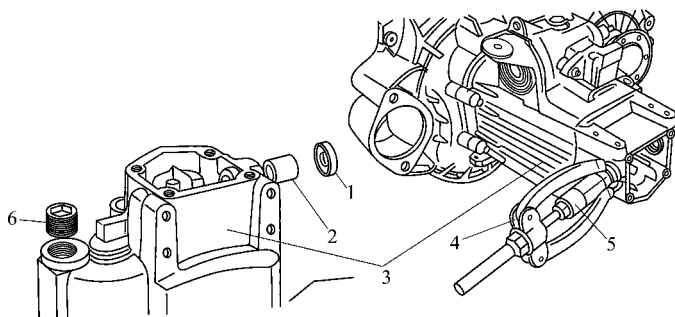

图 3 - 63 离合器分离轴油封和衬套的拆卸
(1) 离合器分离轴油封和衬套的拆卸 如图 3 - 63 所示 ,在变速器壳体 3 上先用螺钉旋具撬出分离轴油封 1 ,再用顶拔器 4 抵住变速器壳体 3 ,用顶拔器中心丝杠 5 拉出分离轴衬套 2。